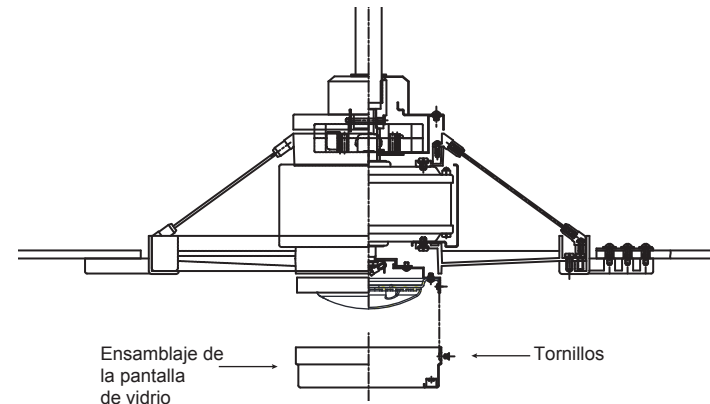

Fig. 18
Paso 4. Levante la pantalla de vidrio contra la placa de iluminación y asegure ajustando los tres tornillos. (Fig. 18)